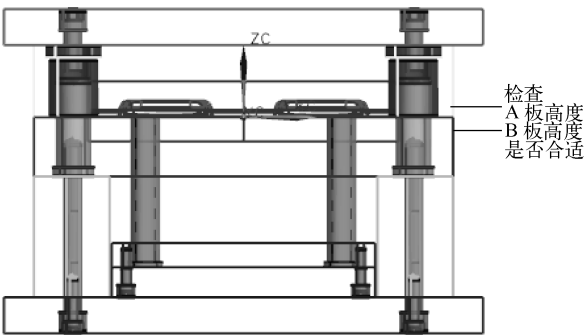

图 6-35 加载模架的侧视图
(2) 在如图 6-34 所示的【模架设计】对话框目录栏中选择“LKM _ SG”，类型为“C”，规格为 3535，“AP_h”为 60，“BP_h”为 50，“Mold_type”为 400:I，其他默认系统设置，单击该对话框中的【应用】按钮，系统自动加载如图 6-35 所示的标准模架。